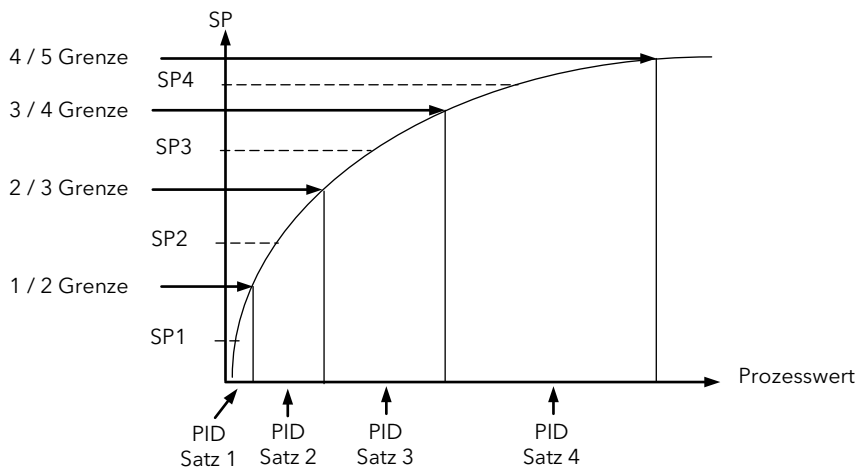

Abbildung 11-3: Gain Scheduling
9. Wiederholen Sie die oben beschriebenen Schritte für jeden PID Satz. Wählen Sie jeweils einen Sollwert für die Optimierung, der zwischen den Grenzen liegt (Abbildung 11-3).